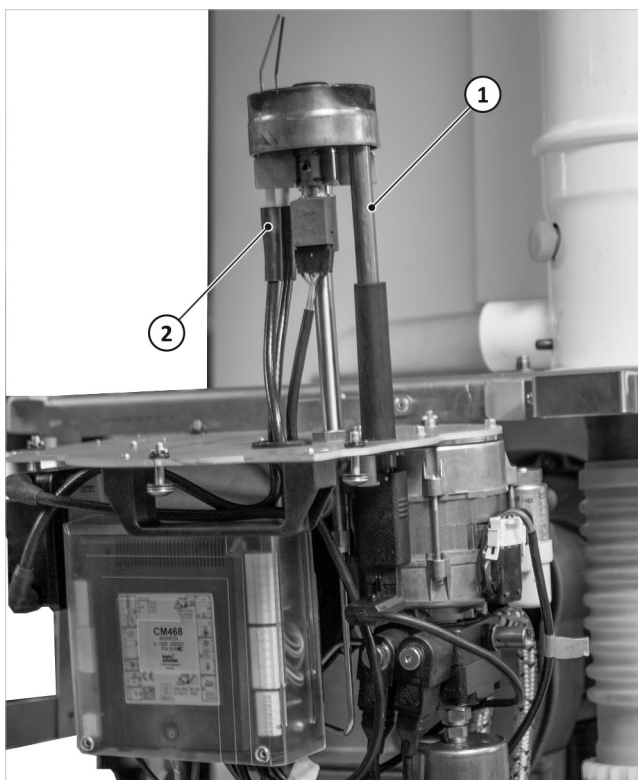

Fig. 141: Aggancio del bruciatore alla console
1. Estrarre la boccola di ispezione, vedere → Fig. 141 (1).